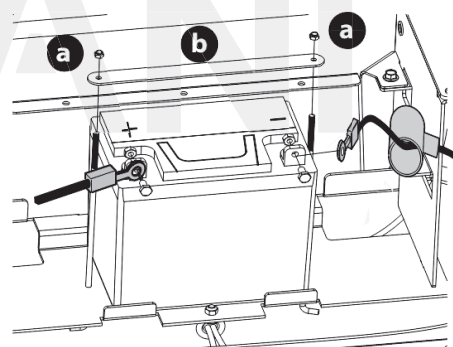

Рис. 11
3. Ослабьте винт с шестигранной головкой (a), крепящий прижимную планку аккумуляторной батареи (b), до тех пор, пока батарея не будет извлечена (рис. 11).